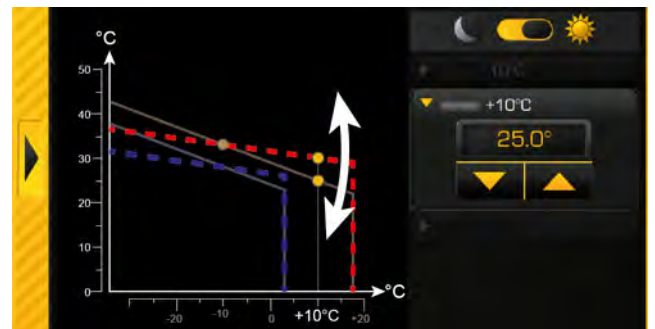

Fig. 5-51: Adapter la courbe de chauffage (en cas de températures extérieures supérieures à zéro).
- Si, en mode de chauffage (au sein des temps de chauffage), les pièces sont toujours trop chaudes ou trop froides, il faut réajuster la courbe de chauffage. Voir chapitre Fig. 5-51: "Adapter la courbe de chauffage \(en cas de températures extérieures supérieures à zéro\)".